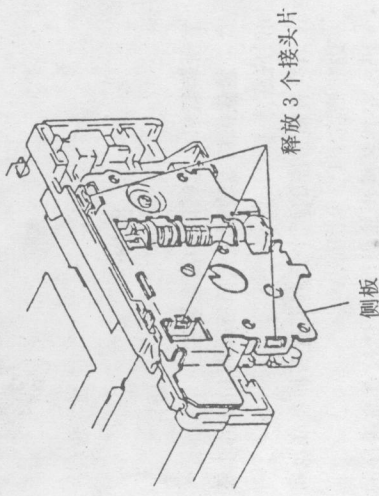

图61
(1) 拆卸侧板
步骤: ① 释放将装载齿轮连接于侧板上的 3 个接头片, 如图61所示;
② 取下侧板。